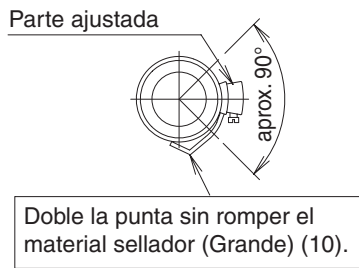

Fig. 16
- No apriete la abrazadera de metal (2) con un torque mayor al valor especificado. Puede dañar la manguera de desagüe (1), el receptáculo o la abrazadera de metal (2).
- Envuelva la cinta vinílica alrededor del extremo de la abrazadera de metal (2) para no dañar el material de sellado (Grande) (10) que se va a usar en el siguiente proceso con el extremo de la abrazadera o doble la punta de la abrazadera de metal (2) hacia adentro como se muestra. (Consulte Fig. 16)